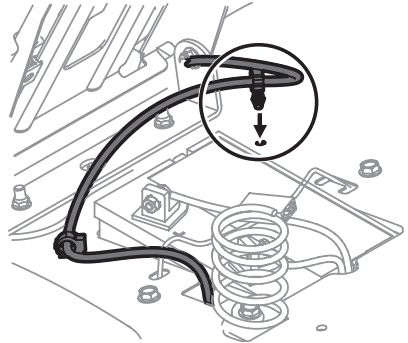

Figure 7
- Faites enclencher l'attache pour retenir l'excédent de fil à l'ailé. Voir Figure 7.